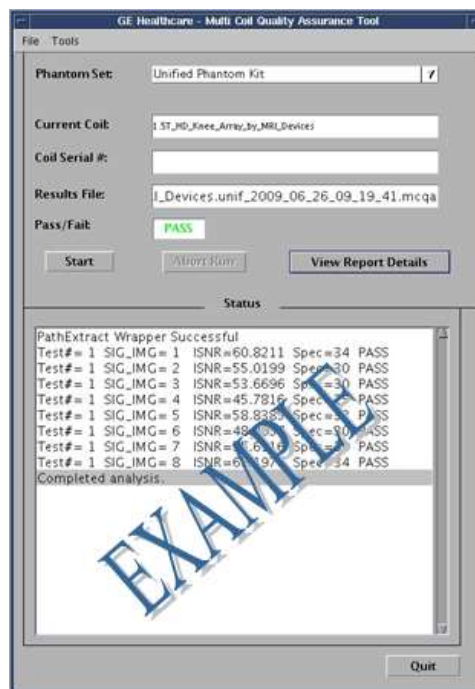

**Abbildung 5**
**Hinweis:** Das Statusfenster der MCQA-Benutzeroberfläche wird kontinuierlich aktualisiert, um Informationen darüber zu geben, was das Programm gerade ausführt. Eine Zeitleiste (Abbildung 5) wird eingeblendet und zeigt die ungefähre Gesamttestzeit, die verstrichene Zeit und den Fortschritt in Prozent an.